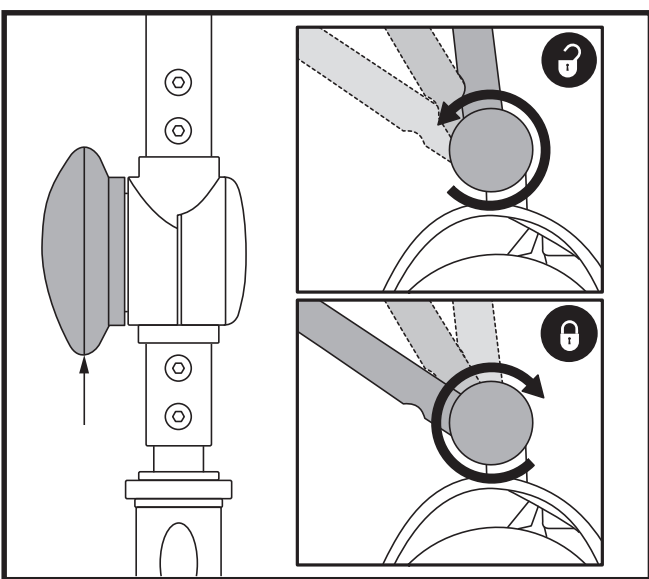

Figure 13. Réglage du guidon
REGLAGE DE L'INCLINAISON DU GUIDON (Voir la figure 13)
1. Avec le siège et la batterie retirés (voir les procédures de démontage sur la page précédente), abaissez le guidon et serrez le bouton de réglage. **Voir la figure 13.**
3. Remontez complètement le guidon en position et resserrez le bouton de blocage. **Voir la figure 13.**